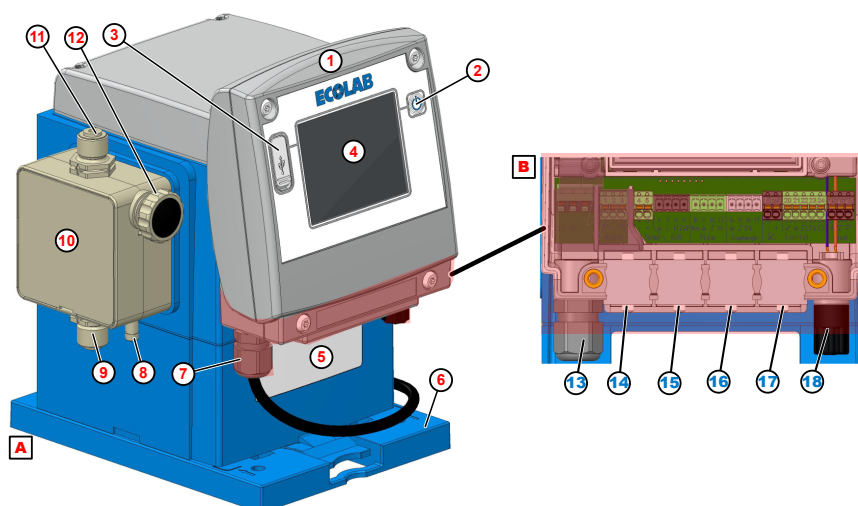

Fig. 3 : Structure « Lub-O-Mat Eco »
DE Ø = 5,1-5,7 mm (Fig. 3, ⑭-⑰).